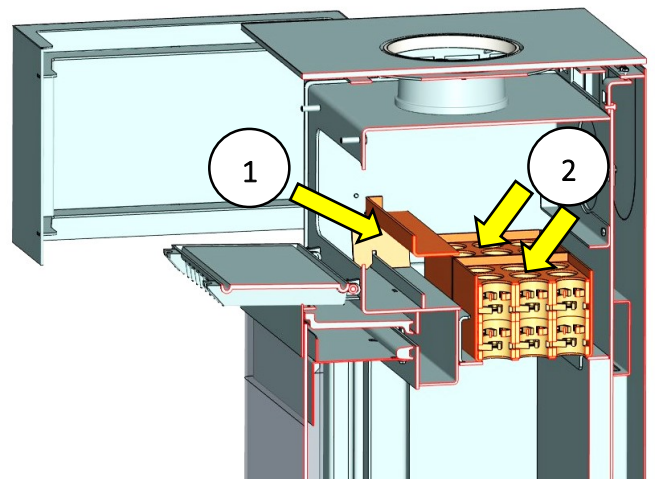

Abb. 13: Position Halterung und keramische Einbauten (HCF02)
3. Halterung (Abb. 13 Pos.1) und die beiden Körbe mit den keramischen Einbauten der HCF02 wie in (Abb. 13 Pos.2) dargestellt, einsetzen. Die Lage der beiden Körbe ist definiert. Auf der Unterseite der beiden Körbe bindet sich jeweils ein Positionierschlitz.